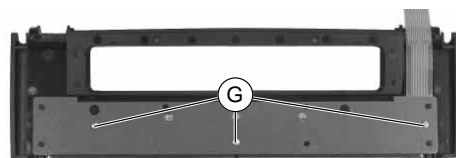

Fig. 8
- Dévisser les vis (G) puis retirer le clavier et le papier cartonné (Fig. 8).
Poser le C.I. principal dans les évidements comme indiqué sur la Fig. 8 et maintenir celui-ci à l'aide d'une cassette vidéo.
- Undo the screws (G) and remove the Keyboard Units (Fig. 8).
Place the Family Board with Drive Mechanism in vertical position on the cabinet frame as shown in Fig. 8 and support it using a commonly available cassette.